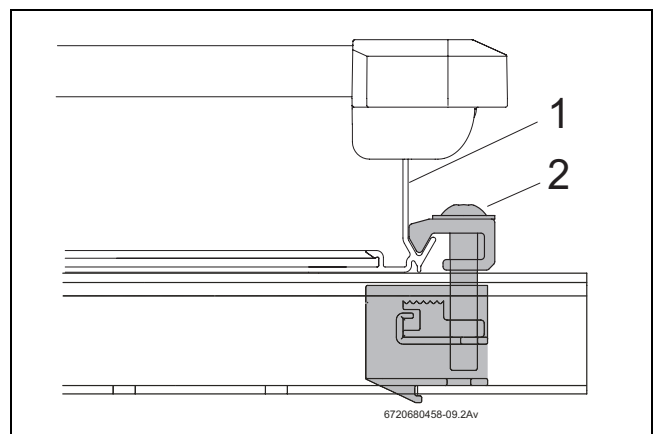

Fig. 39 Tensor unilateral del captador atornillado
- ▶ Deslice el captador (Fig. 39, [1]) con cuidado hasta el tensor unilateral del captador y sitúelo en posición horizontal.
- ▶ Atornille el tensor unilateral del captador con la llave de tamaño 5 (Fig. 39, [2]).
El elemento de sujeción del tensor del captador (Fig. 39, [2]) queda enganchado en el borde inferior del captador.